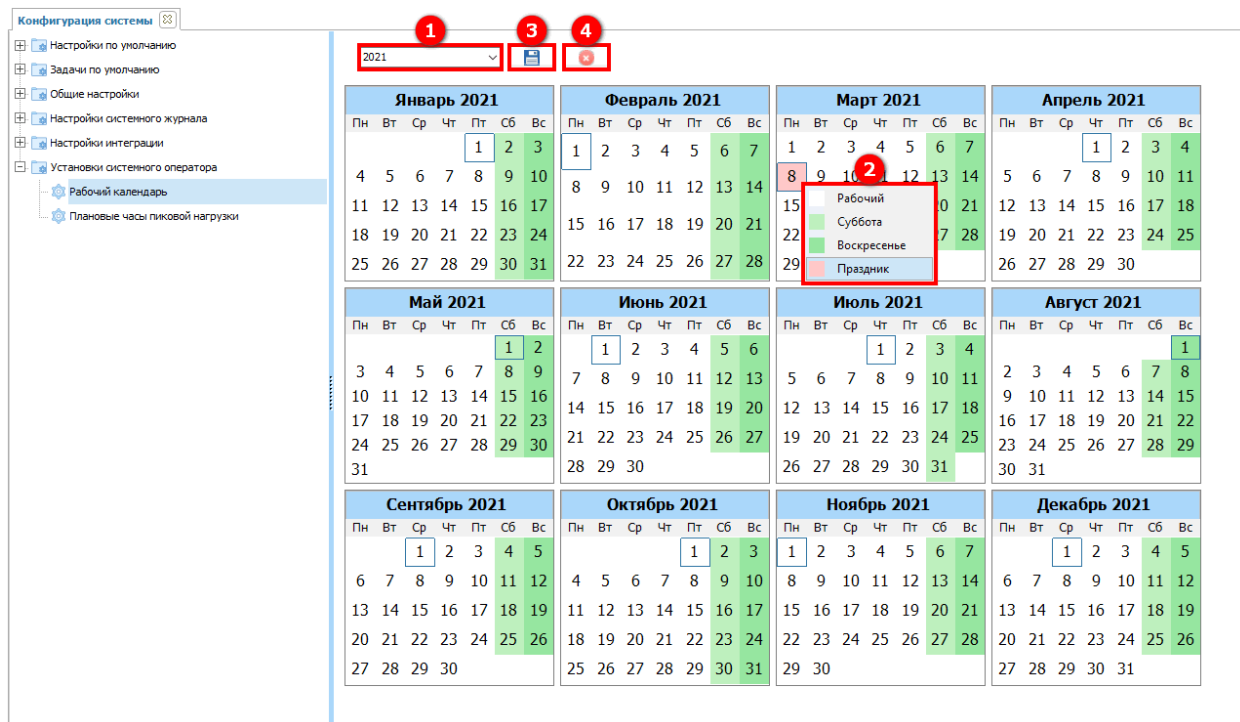

Рисунок 243 – Настройка типа календарного дня рабочего календаря
Для установления типа календарного дня выбираем в календаре год (1) (см. рисунок 243), затем выбираем календарный день, нажимаем на нем правой кнопкой мыши и с помощью контекстного меню выбираем необходимый тип (2). После установки всех необходимых параметров настроек – сохраняем их (3). При необходимости удаления всех внесенных изменений в настройки календаря нажимаем кнопку отмены (4).